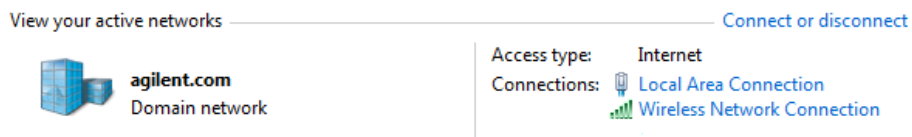

Abbildung 13 Netzwerk- und Freigabecenter – Anzeige Ihrer aktiven Netzwerke
- b Klicken Sie unter **Netzwerk und Internet** auf **Netzwerkstatus und -aufgaben anzeigen** (**Abbildung 13**).
Das Fenster „Netzwerk- und Freigabecenter“ wird geöffnet und zeigt Ihre aktiven Netzwerkverbindungen an (**Abbildung 13**). Beachten Sie, dass der Bildschirm des Netzwerk- und Freigabecenters je nach aktuellen Netzwerkeinstellungen von der in **Abbildung 13** gezeigten Abbildung abweichen kann.